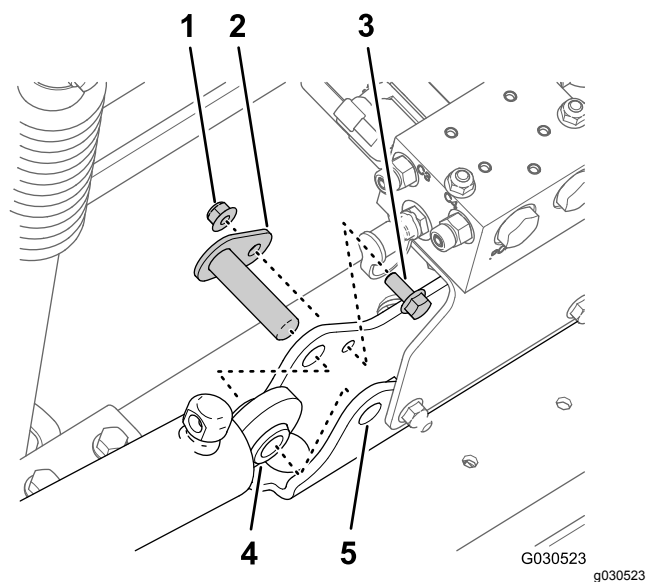

Рисунок 41
- Снимите ось поворота и подъемный цилиндр с машины (Рисунок 41).
- Удалите фланцевую контргайку (5/16 дюйма) и болт с фланцевой головкой (5/16 x 3/4 дюйма), которые крепят ось поворота к креплению цилиндра (Рисунок 41).